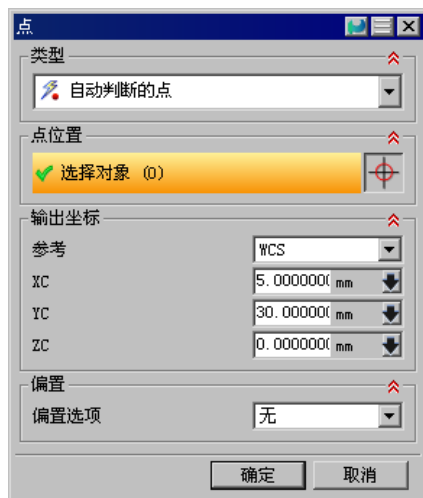

图 9.19 “点”对话框
Step2. 在“非切削移动”对话框中选择 **逼近** 选项卡, 然后在 **逼近刀轨** 区域 **刀轨选项** 下拉列表中选择 **点** 选项, 然后单击“点对话框” 按钮, 系统弹出“点”对话框, 在该对话框设置图 9.19 所示的参数, 单击 **确定** 按钮。